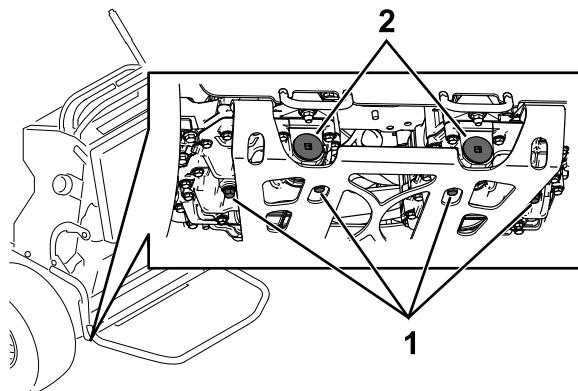

Figura 72
5. Localize o tampão de escoamento na parte inferior de cada transmissão e coloque um recipiente de escoamento debaixo dos tampões (Figura 72).